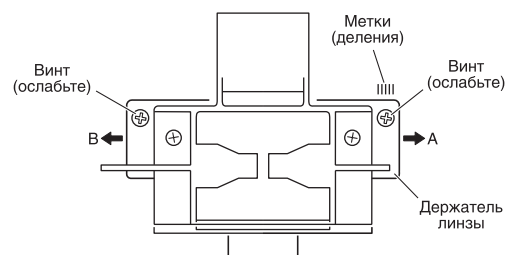

Рис. 32. Регулировка центрального отклонения копии в модели SF-7320
1. Если разность $L_a - L_b$ равна или больше 2,0 мм, сдвиньте держатель линзы в сторону задней рамы (направление А), предварительно ослабив крепежные винты держателя линзы (рис. 32).
2. Если разность $L_a - L_b$ равна или больше 2,0 мм, сдвиньте держатель линзы в сторону передней рамы (направление В), предварительно ослабив крепежные винты держателя линзы (см. рис. 32). Перемещение держателя линзы на 1 деление меняет оптическую ось на 2,0 мм.